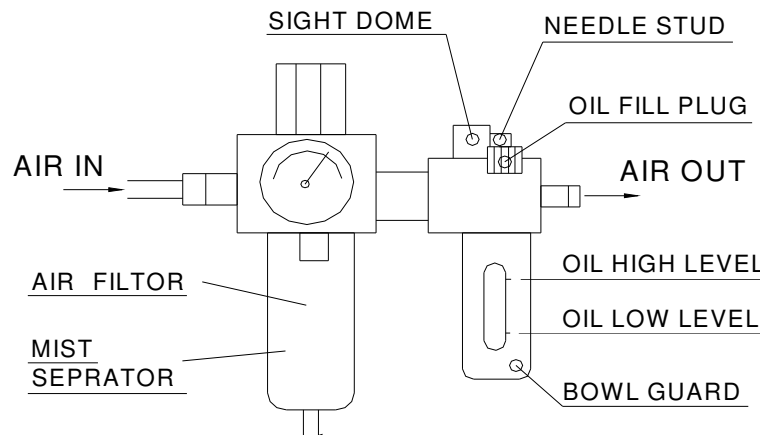

FIG. 6.6.2 AIR LINE LUBRICATOR
6.6.2 AIR LINE LUBRICATOR (FIG. 6.6.2)